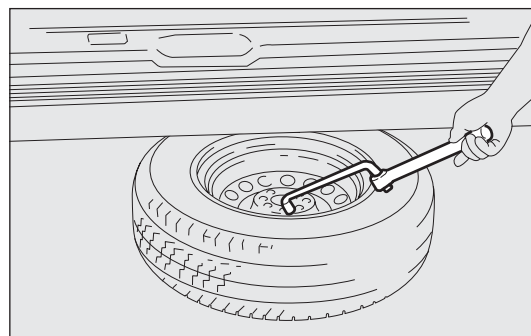

fig. 169
- utiliser la clé de démontage des roues pour entraîner la roue hors du véhicule fig. 169 ;